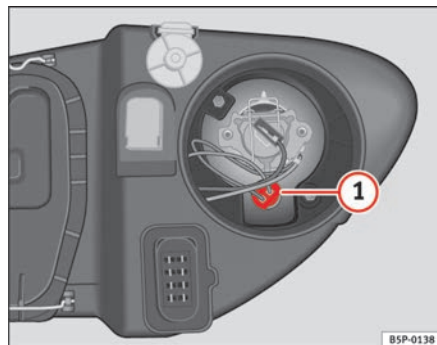

Fig. 192 Luz de población
- Extraiga el portalámparas ⇒ fig. 192 ① hacia fuera.